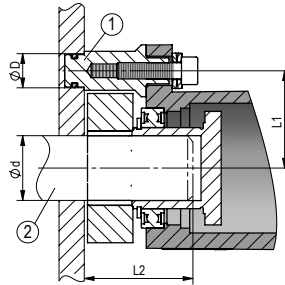
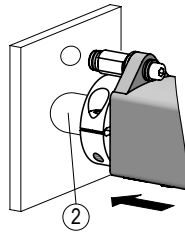
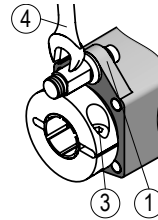

Abb. 1: Einbaumaße
Abb. 2: Montage
Abb. 3: Anzugsmoment Schrauben
- ▶ Sorgen Sie für einen geringen Wellen- und Winkelversatz zwischen Welle und Aufnahmebohrung durch geeignete Fertigungsmaßnahmen (siehe **Abb. 1 + Tab. 1**).
Unsachgemäße Montage der Drehmomentstütze (siehe **Abb. 3**) führt zur Zerstörung des Gehäuses.
Vorbereitung Montage (Abb. 1, Abb. 2, Abb. 3**):**
Montage (Abb. 1, Abb. 2, Abb. 3**):**